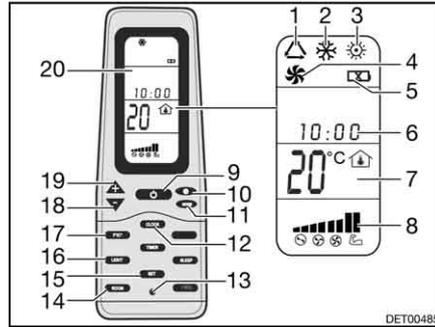

Fig. 134 Mando a distancia
- Pulsar la tecla ON/OFF (Fig. 134,9).
- Pulsar la tecla "Mode" (Fig. 134,11) las veces que sean necesarias hasta que se visualice el modo de funcionamiento deseado (Fig. 134,1, 2, 3 ó 4) en el display (Fig. 134,20).
- Ajustar la temperatura deseada con las teclas "+" (Fig. 134,19) y "-" (Fig. 134,18).
- Seleccionar la etapa deseada del ventilador con la tecla Velocidad del ventilador (Fig. 134,10).